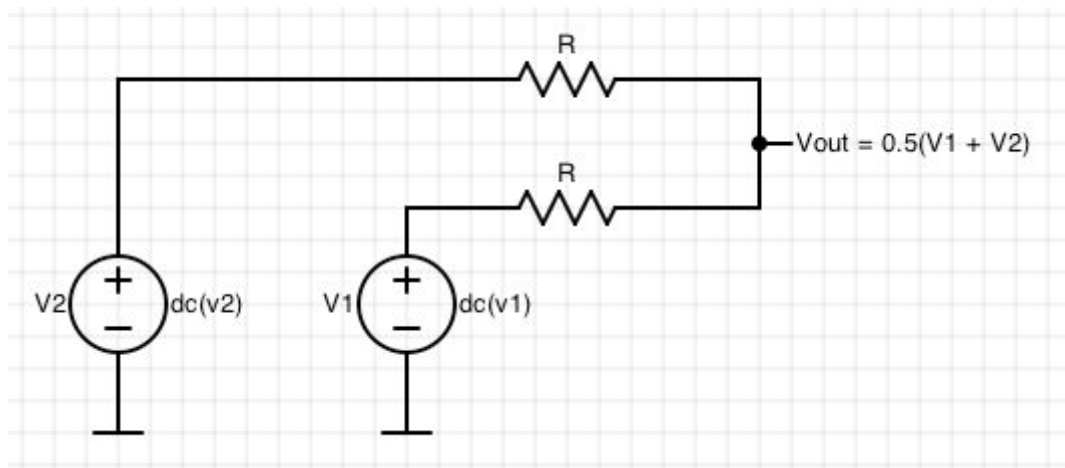

Рис.1.1. Схема суматора напруг на резисторах
1.1. Побудувати суматор напруг на 2 входи з резисторів однакових номіналів (рис.1.1).